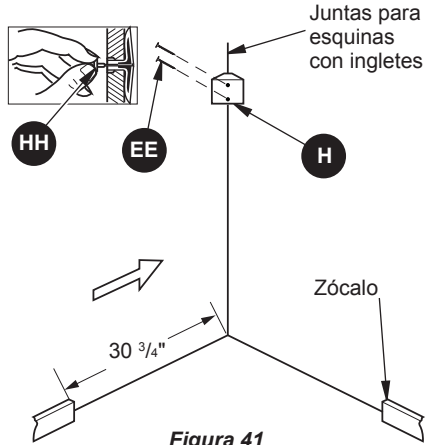

Figura 41
14. Instale el soporte escuadra (H) en los orificios perforados en el paso 13, con 2) ST5 Tornillos 2 3/8" (EE) como se muestra en la Figura 41. Este bloque se utiliza para apoyar el panel superior del triángulo (F). Para paredes finas, inserte llave blanca (HH) en el anclaje de pared y empujar a "estallar" las alas abiertas de anclaje.